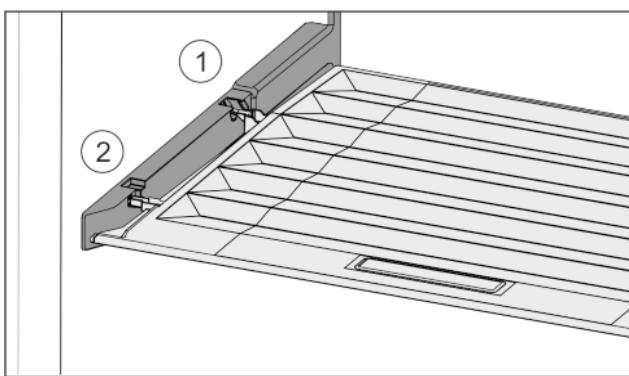

Fig. 36
- Пъхнете шийките на капака през отвора в задния държач Fig. 36 (1) и фиксирайте отпред в държача Fig. 36 (2).